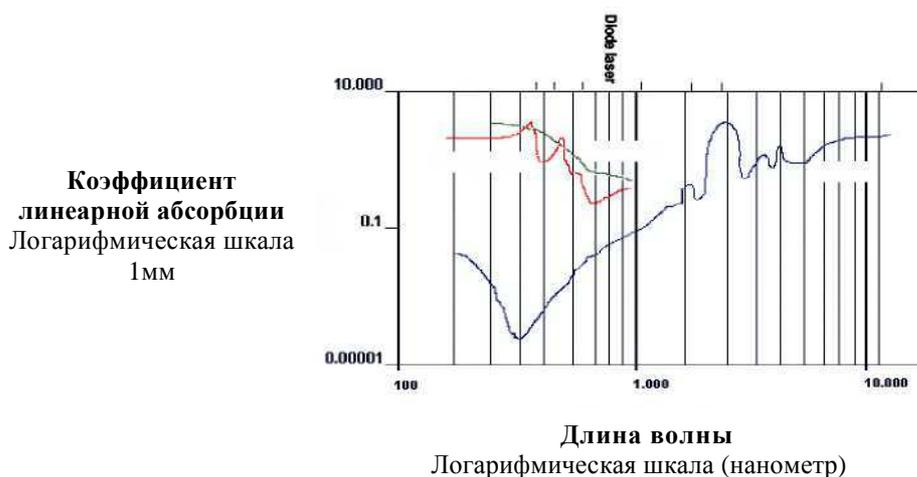

Рисунок 8.1 Вода и ткани поглощают свет
Взаимодействие между электромагнитной волной и биологическим проводником зависит от длины волны непосредственного излучения, а также оптических свойств ткани. Несмотря на структурную сложность и морфологические различия, при первом же приближении органические ткани выглядят как гомогенные и изотропные проводники, в которые проникает световое излучение, в соответствии с очень важными оптическими переменными, такими как: поглощение или абсорбция, трансмиссия, рассеивание, и т.д. Рассматривая затем лазерный луч, направленный перпендикулярно к поверхности ткани, мы видим, что отражается лишь малая часть излучения, точнее 5 %, из-за скачка показателя преломления между внешней окружающей средой и тканью. Оставшаяся часть передается ткани и будет подвержена процессу абсорбции и мульти рассеивания. Химические вещества, участвующие в поглощении или абсорбции света тканью, столь многочисленны, и их эффект очень заметно изменяется наравне с длиной волны излучения. Большая часть забирается водой (рис. 8.1), которая является главным абсорбером в спектре инфракрасного излучения (IR). Кроме того, в оптических полосах видимого и близкого IR, излучение рассеяно, так как клеточный диаметр равен длине волны.
**Преобладающая абсорбция.** Как можно наблюдать на диаграмме рис. 8.1, ультрафиолетовая длина волны, включая линии эмиссии эксимерного лазера (190-350 нм), главным образом поглощаются основными органическими разновидностями. Подобное отношение показывают длины волны IR, например, соответствующие лазерам Ho:YAG, Er:YAG и CO2, (2--10μм), которые подвергаются массивной абсорбции, главным образом, за счет содержания воды в тканях. В этих случаях глубина проникновения радиации (формально определяемая как  $L=1/\alpha$ , где  $\alpha$  - коэффициент поглощения или абсорбции в ткани), оказывается равной нескольким дюжинам микрометров, и явление рассеивания может игнорироваться в пределах распространения.